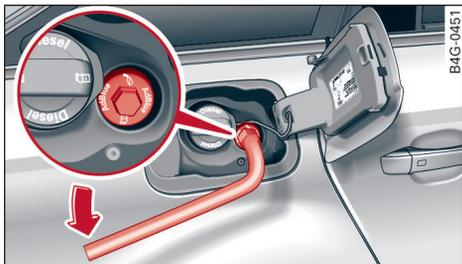

图 258 汽车的右后部：拧出 AdBlue 封盖
- ▶ 使用车轮扳手（随车工具）左旋拧出加注口的封盖 ⇨ 图 258。